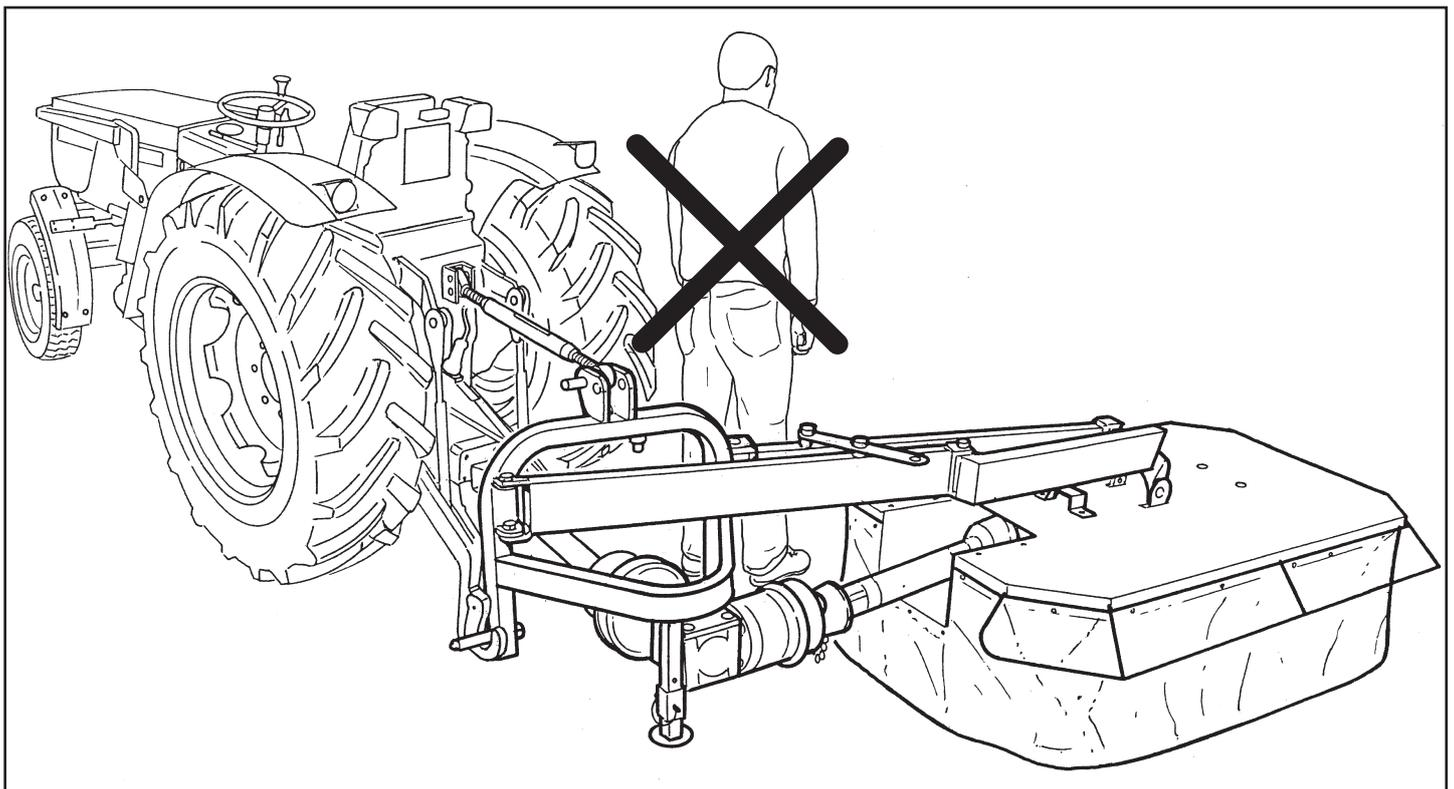

Fig. 4
- Non introdursi tra macchina e trattrice (**Fig. 4**), soprattutto quando questa è accesa; un qualsiasi movimento o azionamento anche accidentale della trattrice esporrebbe la persona ad un grave rischio di trascinarsi e schiacciamento con conseguenze anche mortali.
ATTENZIONE : PERICOLO DI TRASCINAMENTO (Fig. 4)! Prestare la massima attenzione, soprattutto quando la macchina è collegata al trattore ed il motore è acceso, a non avvicinarsi con il proprio abbigliamento o con le mani al cardano, in quanto un azionamento accidentale della presa di forza, o anche nel normale utilizzo della macchina, la persona interessata si esporrebbe ad un grave rischio di trascinarsi od impigliamento con conseguenze anche gravi.
- Do not stand between the machine and the tractor (**Fig. 4**), especially when it is switched on; any movement, even accidental, will expose the person to serious risk of being dragged and crushed, with even mortal consequences.
ATTENTION: DRAGGING DANGER (Fig. 4)! Pay careful attention, especially when the machine is connected to the tractor and the motor is on, and do not bring clothes or hands close to the cardan, since an accidental switching on of the powered take-off, or even during a normal use of the machine, the person involved would be exposed to a serious dragging or entanglement danger, possibly even with serious consequences.